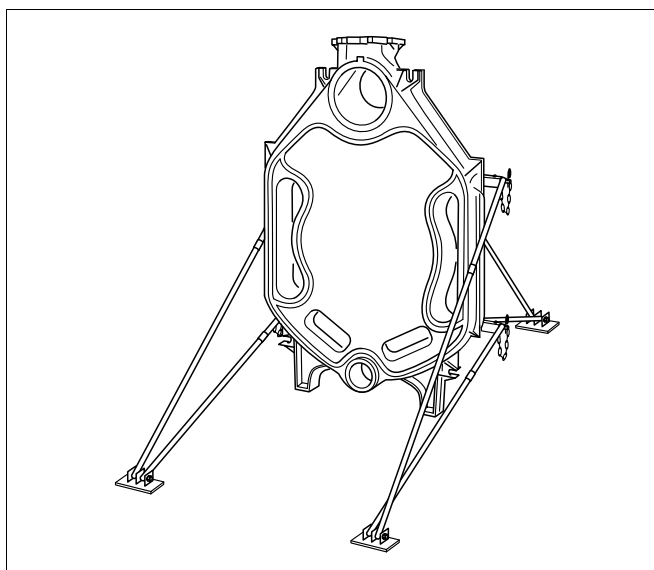
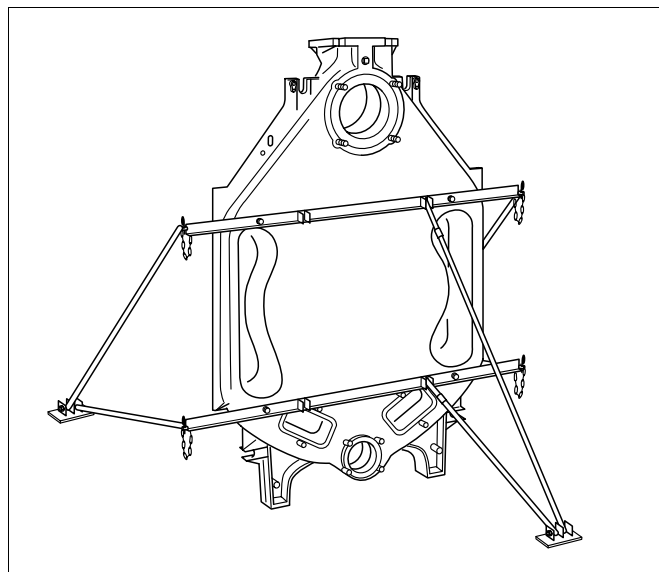

Fig. 9 Bagelement med monteret monteringshjælp
Fig. 11 Fastgørelse af monteringshjælp
- Rejls bagelementet op, og sørg for at sikre det mod at vælte ved hjælp af monteringshjælpen (se fig. 11 og fig. 9 samt den særlige monteringsvejledning til monteringshjælpen).